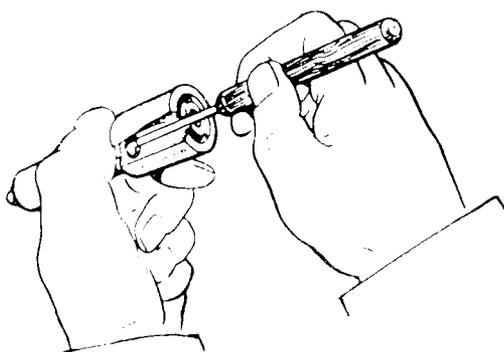

Fig. 10
a) la galerie du combustible (fig. 10) ;